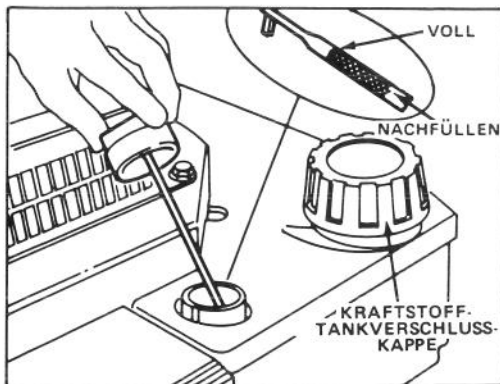

Bild 6
Vor jedem Gebrauch sicherstellen, daß sich der Ölstand zwischen VOLL und NACHFÜLLEN befindet (Bild 6). Öl nachfüllen, falls Ölstand niedrig ist.
3. Ölmeßstab abwischen und in den Einfüllstutzen stecken. Verschlusskappe eine Vierteldrehung im Uhrzeigersinn drehen. Dann den Ölmeßstab entfernen und Ölstand prüfen (Bild 6). Ist der Ölstand niedrig, Ölstand nur bis zur VOLL-Markierung auf dem Ölmeßstab nachfüllen. NICHT ÜBER DIE VOL-MARKIERUNG HINAUS FÜLLEN, DENN MOTOR KÖNNTE BEIM START BESCHÄDIGT WERDEN. ÖL LANGSAM EINFÜLLEN.
1. Rund um die Kraftstofftankverschlußkappe reinigen und Kappe vom Tank entfernen (Bild 6). Den tank nur bis 6-13 mm unter den Einfüllstutzen befüllen. Es muß ein Freiraum zur Ausdehnung des Benzins bei Temperaturänderungen vorhanden sein.